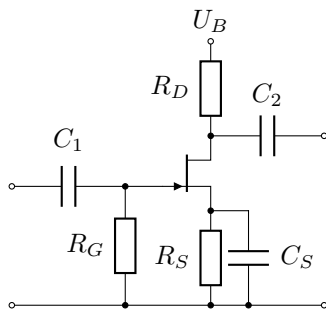
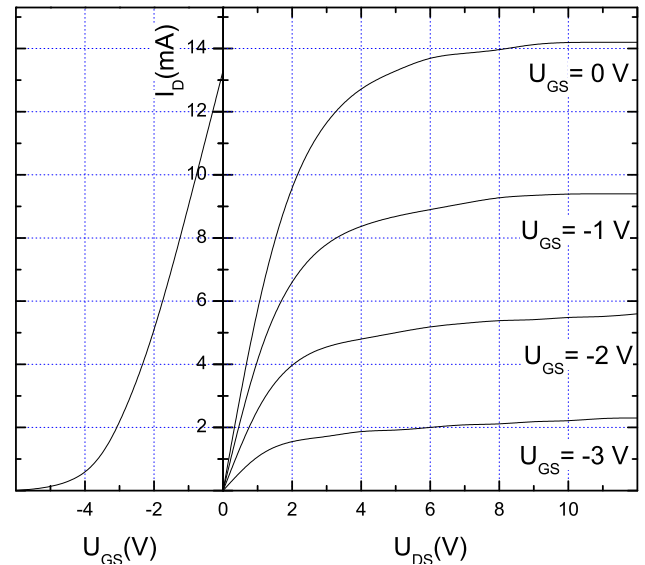

Abbildung 1: Verstärkerschaltung mit n-Kanal FET in Sourceschaltung
Abbildung 2: Kennlinienfeld eines n-Kanal-Sperrschicht-FET BF245
- Legen Sie anhand der Abbildung 2 eine geeignete Arbeitsgerade und einen geeigneten Arbeitspunkt fest. Dimensionieren Sie die Schaltung in Abbildung 1 für eine untere Grenzfrequenz von 50 Hz. Der Lastwiderstand beträgt 10 k Ω .
- Bauen Sie den Wechselspannungsverstärker nach Abbildung 1 auf.